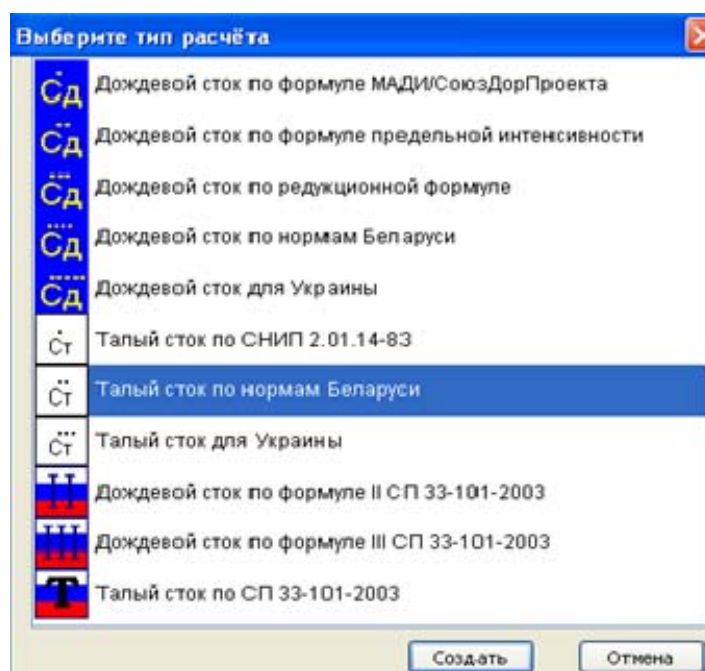

Рис. 11.1. Выбор типа расчета
2. Для начала работы создайте новый проект. В меню РАСЧЕТ выберите команду НОВЫЙ. В появившемся окне диалога выберите пункт ТАЛЫЙ СТОК ПО НОРМАМ БЕЛАРУСИ, как показано на рис. 11.1, и выберите СОЗДАТЬ. В результате выполнения этой команды появится окно активного документа (расчета) (рис. 11.2), в левой части которого будут вводиться исходные данные, а в правой – выводиться результаты расчета.